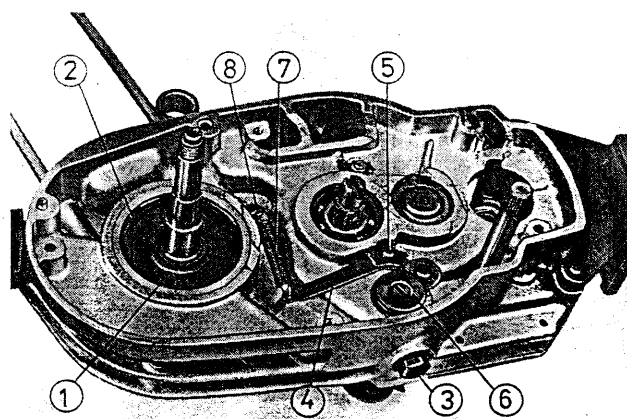

Fig. 263. Montage de l'arrêtage de changement de vitesses
- Enfoncer le joint torique d'arbre (1) du côté d'embrayage à l'aide d'un mandrin d'enfoncement 29-50.409 (auparavant, graisser la lèvre d'étanchéité – elle est dirigée vers l'extérieur dans la direction de l'embrayage!).
- Monter le circlip en fil métallique (2) pour bloquer le joint torique d'arbre.
- Faire entrer la vis d'arrêtage de changement de vitesses (3) avec le joint d'étanchéité, le ressort de pression et la bille.
- Placer le levier d'arrêtage de changement de vitesses (4) sur le boulon-guide (5), le faire encliqueter dans le tambour-came (6) et accrocher le ressort de traction (7) dans le clou à encoches (8) (fig. 263). Le dégagement des paliers se fait ensuite en frappant des deux côtés du carter encore chaud à l'aide d'un marteau en caoutchouc ou en plastique.